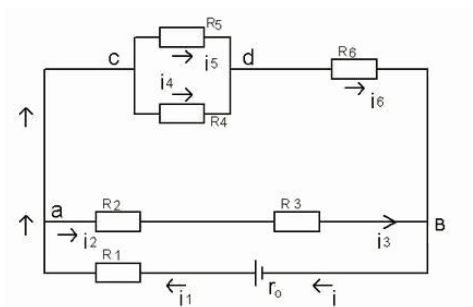

рис. 1
- 1) В схеме, приведенной на рис. 1, известны параметры источника и резисторов. Определить величину токов, протекающих через резисторы. Проверить решение задачи составлением баланса мощностей.
Напряжение Ucd (схема рис. 1): $U_{cd} = I_{456} \cdot R_{45} = 1 \cdot 20 = 20 \text{ В};$